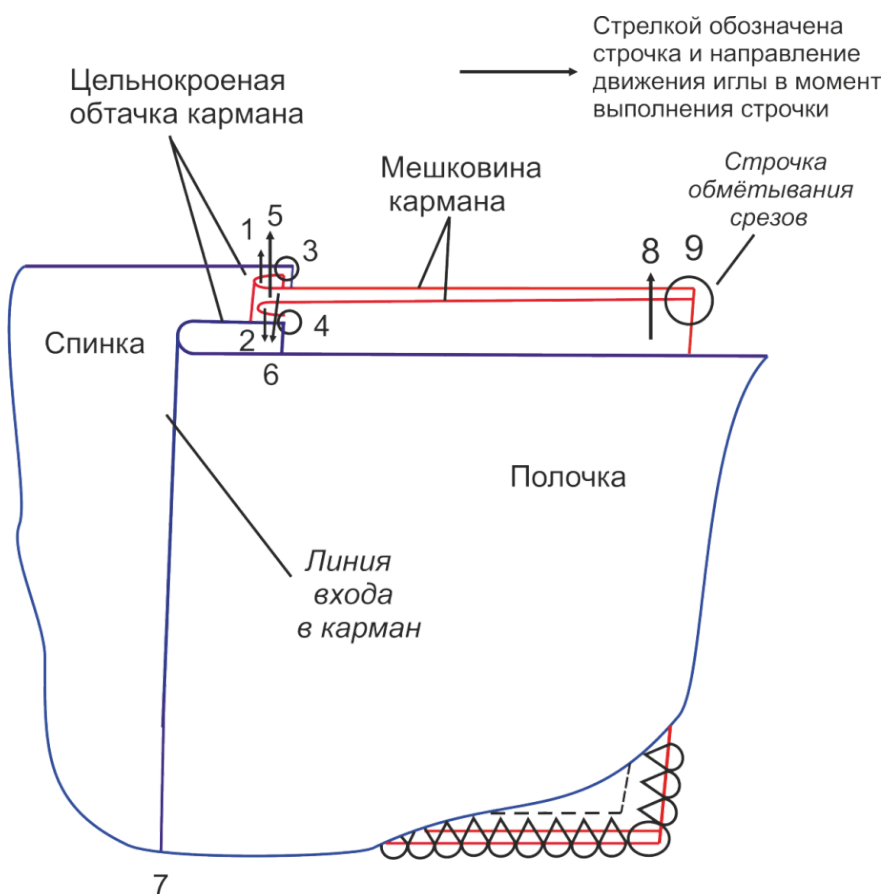

Рис. 2
5. Приметайте, а затем притачайте правую часть пояса (9) к нижней правой части переда пальто (5). Заутюжьте или разутюжьте припуски шва также, как и на левой нижней части переда пальто.
8. Сметайте, а затем стачайте нижние левые части переда. Заутюжьте припуски шва в сторону большей детали (3).
14. Соедините переднюю и заднюю части полочки по боковым срезам, с одновременной обработкой карманов так, как показано на схеме рис. 2.